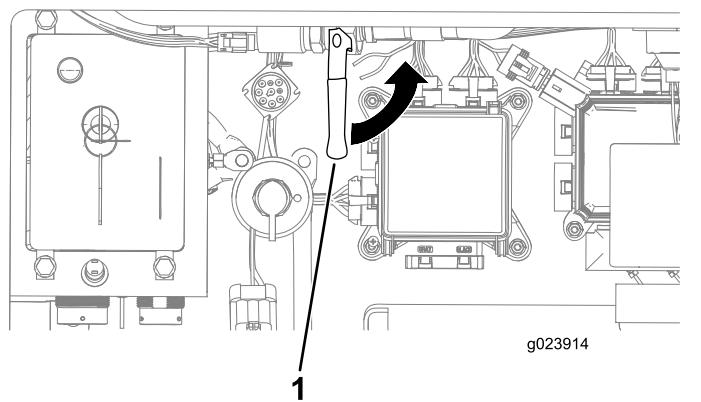

Рисунок 130
- Откройте клапан антифриза внутри заднего отсека (Рисунок 130).
- Закройте клапан антифриза (Рисунок 130).